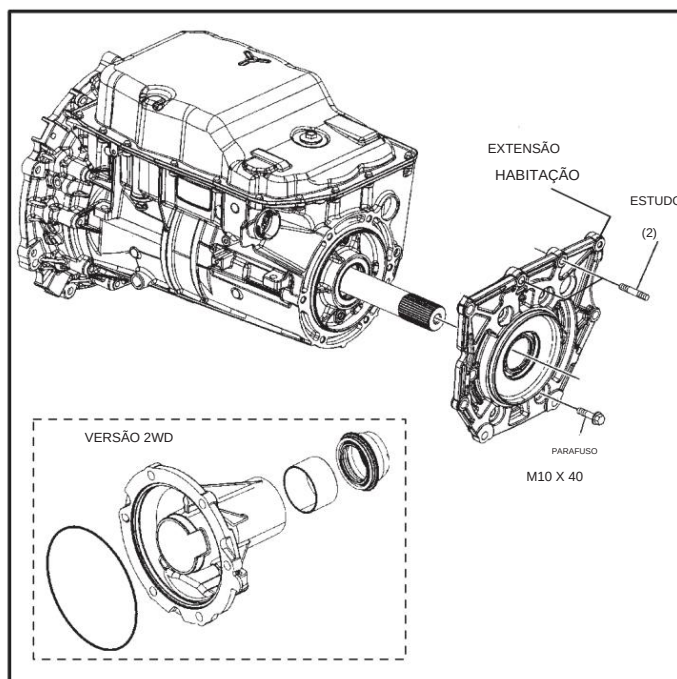

Figura 39
5. Gire a transmissão de forma que o prato inferior fique voltado para cima, conforme mostrado na Figura 39.
6. Remova os seis parafusos de retenção da caixa de extensão, conforme mostrado na Figura 39, e remova a caixa de extensão.
7. A versão com tração nas duas rodas também é mostrada em Figura 39.